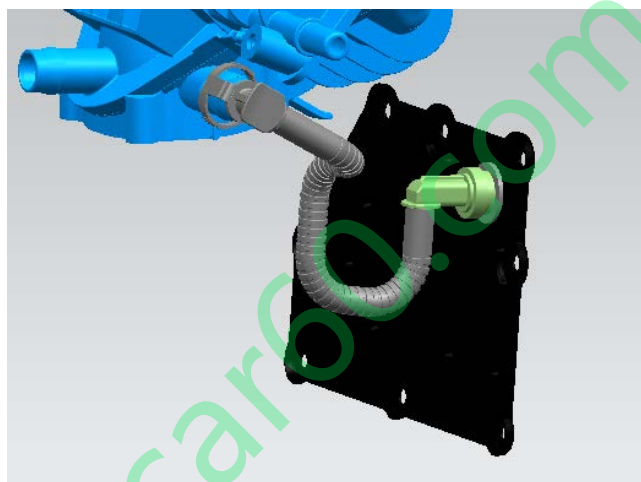

图 3.3
- 9、将 PCV 阀插入 PCV 阀密封圈，在快速接头内的 O 型圈表面涂抹适量机油，再将快速接头插入进气歧管相应接口处，如图 3.3 所示。